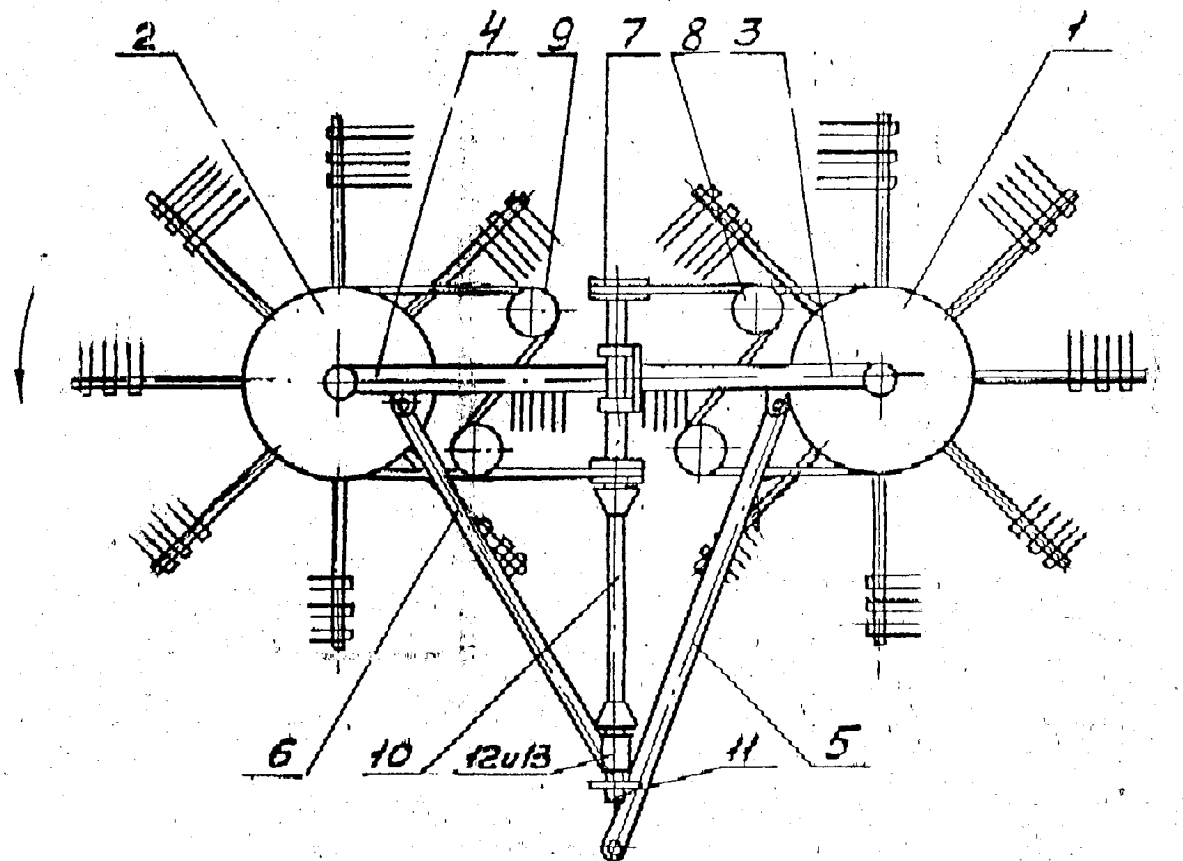

Рис.1 Грабли ГВР-6Р
2.2.1. Грабли (рис.1) состоят из следующих основных узлов: левого 1 и правого 2 роторов, левой 3 и правой 4 поперечины, сницы 5, растяжки 6, ведущих шкивов 7, натяжных шкивов 8, поддерживающих шкивов 9, карданной передачи 10, карданного вала для передачи крутящего момента от вала трактора 11, двух приводных бус 12 и 13.
4.6.1. Установите в рабочее положение (см рис.1). Для этого снимите сницу, разверните ее на 180°, установите в рабочее положение и соедините ее с растяжкой.